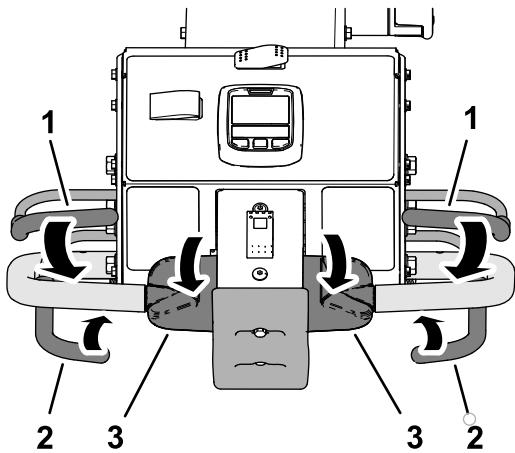

図 37
2. どちらかのオペレータベイルをハンドルバーと共に握り込み、走行コントロールの上部を前方に回転させ、エアレーションベイルを握り込む **図 37**。